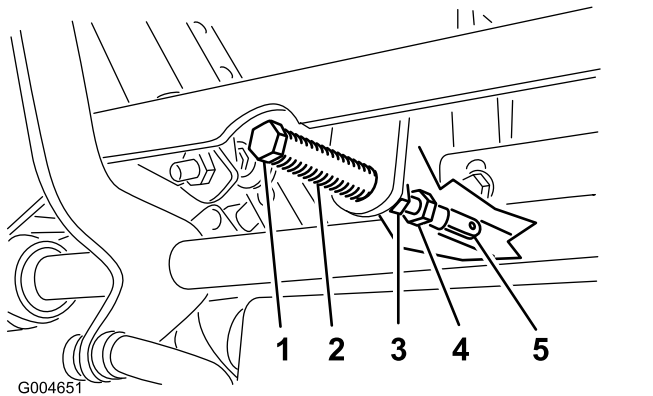

图49
5. 如 图49 所示向回拉控制杆直至柱销在枢轴臂上接触到槽的端部刚开始对弹簧施加压力。
7. 如果需要调节请松开紧靠轭的螺母和锁紧螺母 图49。
8. 对移动控制杆施加轻微的向后压力将调节螺栓的头部朝适当的方向转动直至控制杆在空档锁定位置中居中 图49。
9. 旋紧螺母和锁紧螺母 图49。
10. 拧紧球窝接头的锁紧螺母图49。